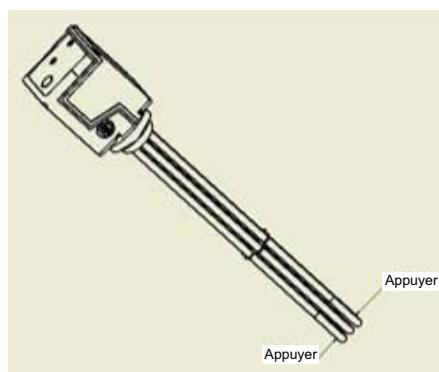

Fig.1.3: Montage du chauffage vissé
- 1) Retirer les panneaux latéraux de l'habillage de la pompe à chaleur pour accéder au ballon tampon intégré. Une résistance électrique de $1,5 \text{ kW}$ est montée en série dans ce ballon (voir fig.1.3 à la p.3).